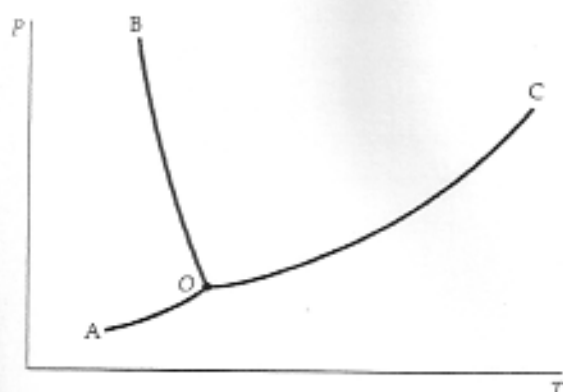

FIGURA 20-15 Problema 9
- Do diagrama de fase da Figura 20-15 podemos tirar a informação de como variam, com a altitude, os pontos de ebulição e de fusão da água. (a) Explique como esta informação pode ser obtida. (b) Como esta informação pode influenciar os procedimentos de cozimento nas montanhas?